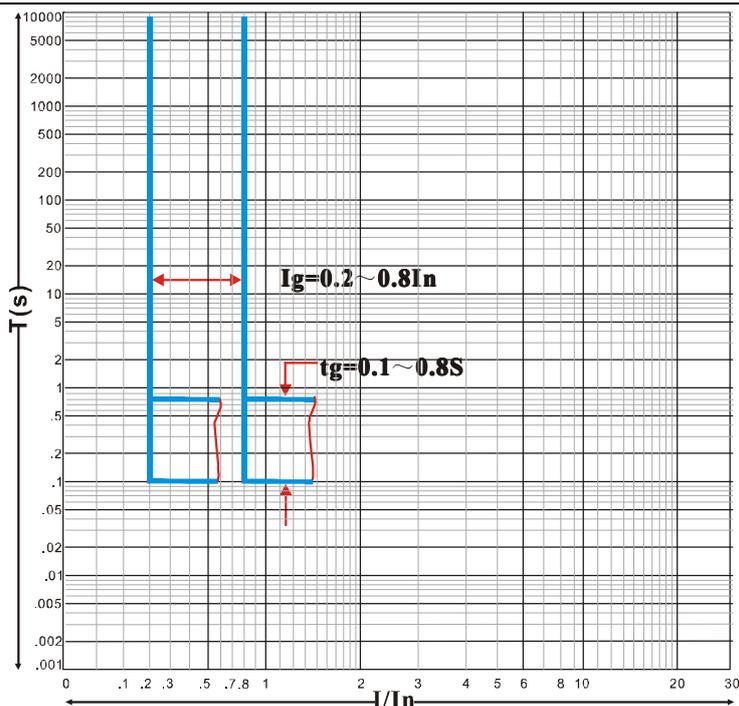

图 5-4 接地特性曲线图
■ 接地保护相关设定参数和特性 (注: 特性曲线见图 5-4)